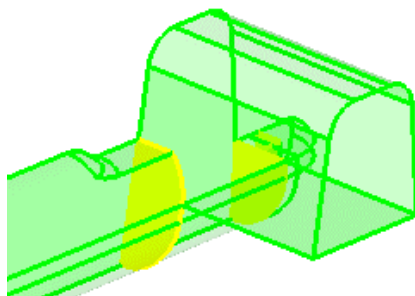

图 5-15 分割实体
(7) 单击 trim 按钮分割所选实体，模型分割后如图 5-15 所示。